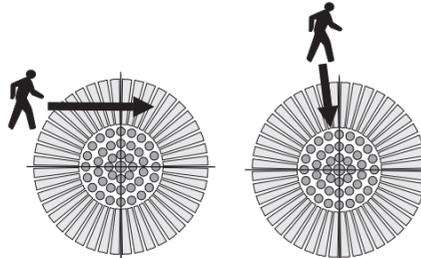
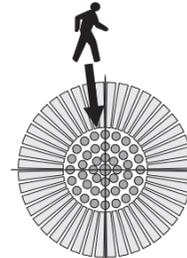

ABB. 6
ABB. 7
- Vor der Montage bedenken Sie, dass der Bewegungsmelder mehr auf Bewegungen, die quer zum Verlauf der Linsensegmente erfolgen, reagiert (ABB. 6) und weniger auf frontale Annäherung, d. h. Bewegungen, die direkt in Richtung des Sensors gehen (ABB. 7).